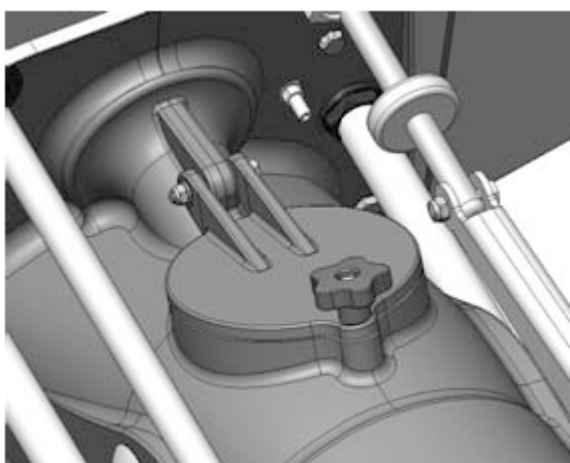

Figura 35. Portello di ispezione
1. Fermare il motore ed aprire il portello di ispezione (figura 35).